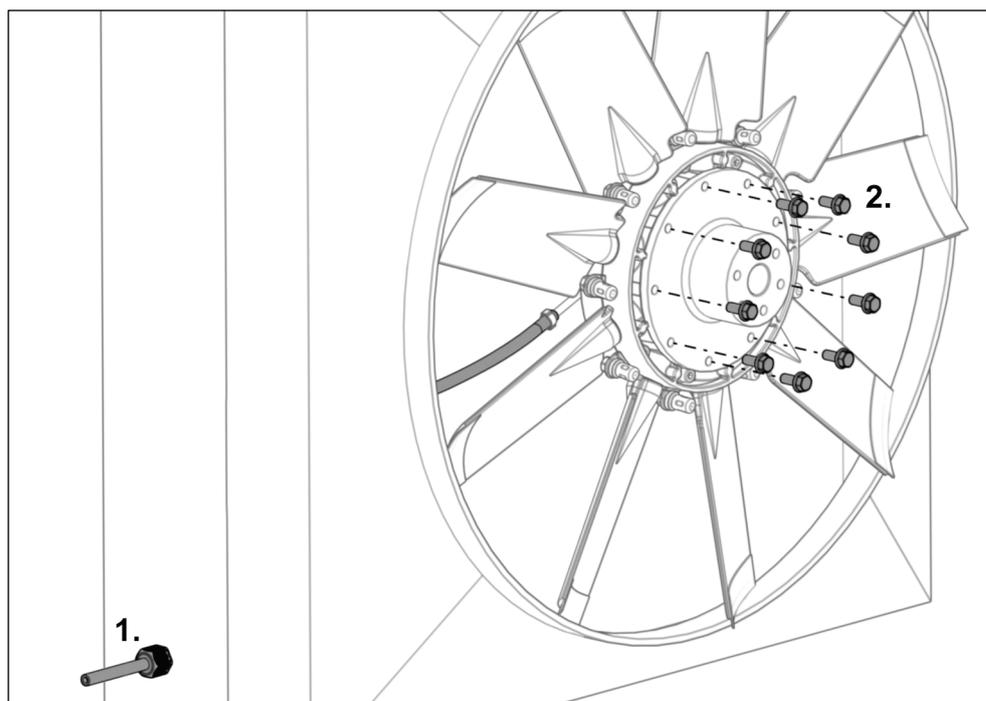

Fig. 30
- 20) Condurre il tubo flessibile pneumatico attraverso il fermacavo (vedi Fig. 30 Fase 1).
- 22) Avvitare manualmente le viti con dente di arresto in dotazione (vedi Fig. 30 Fase 2).